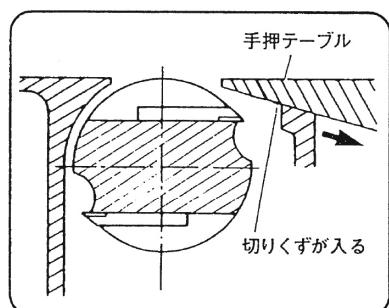

図 44
- (5) 手押テーブル摺動部の切りくずを取り除いてください。この場合、切り込みノブ（図 14 参照）をまわし、下限まで下げる効果的です。（図 44）